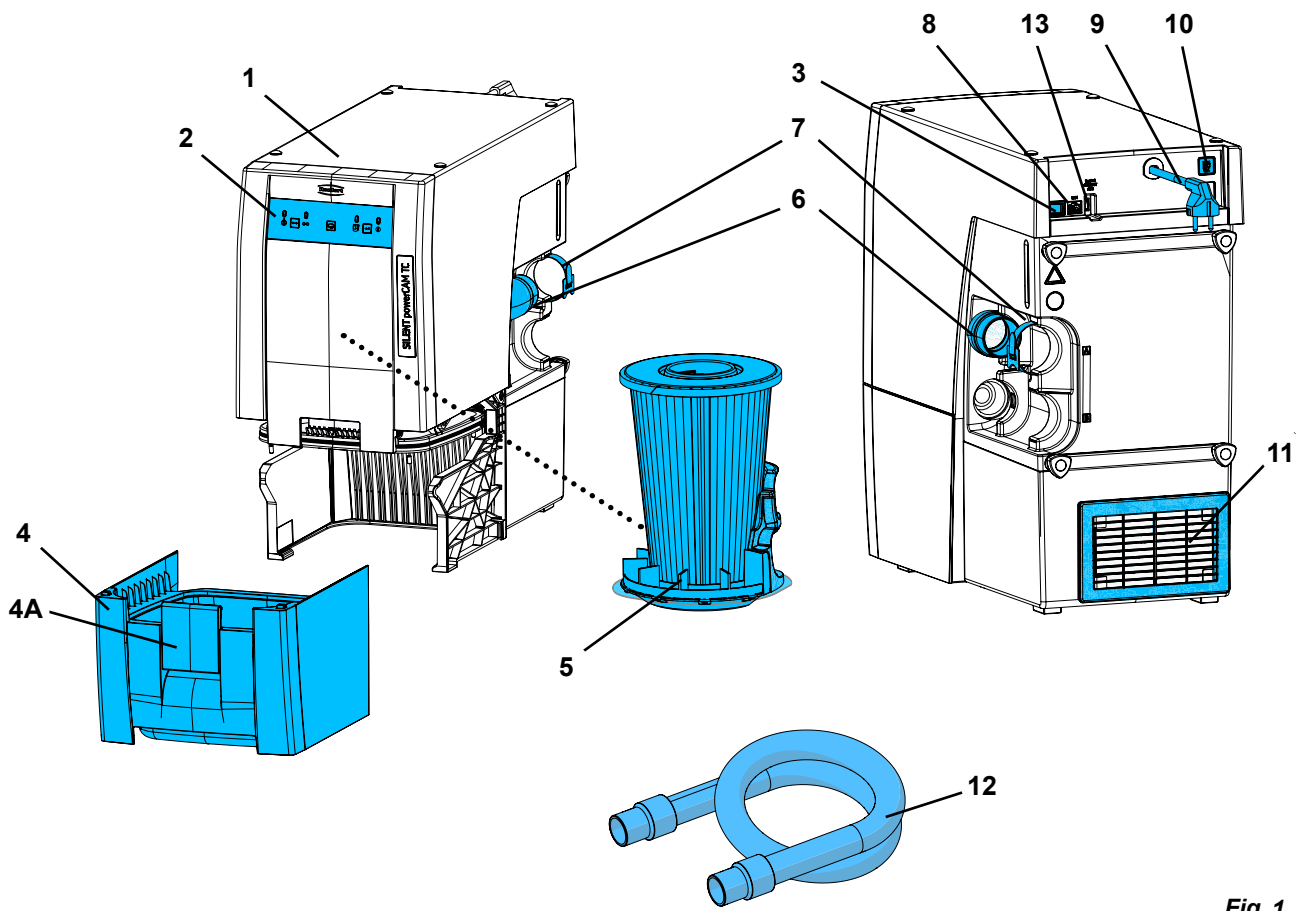
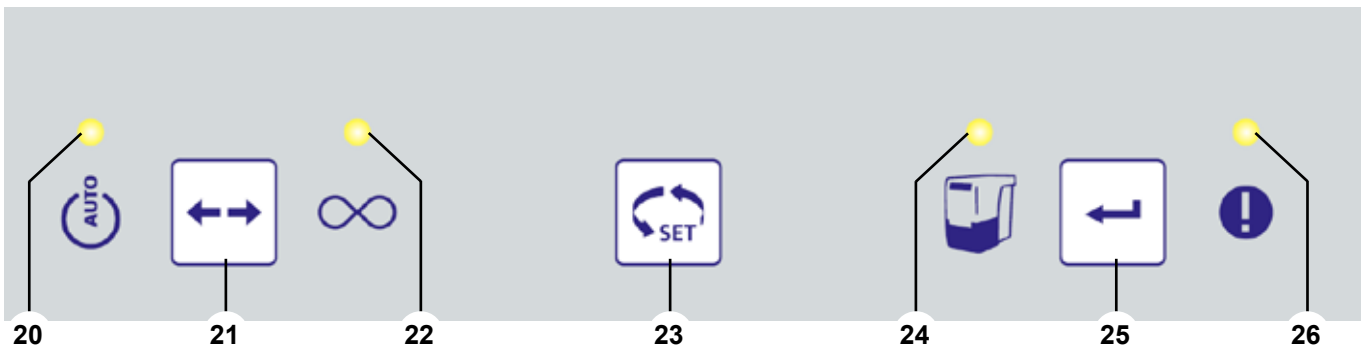

Fig. 1
Fig. 2
**i** Für Hinweise auf Bedienelemente siehe Fig. 1 und Fig. 2 auf Seite 2 dieses Dokuments.
For information on operating elements, see Fig. 1 and Fig. 2 on page 2 of this document.
**i** Pour les renseignements sur les éléments de commande, voir Fig. 1 et Fig. 2 à la page 2 de ce document.
Per informazioni sugli elementi di comando, vedere Fig. 1 e Fig. 2 a pagina 2 del presente documento.
**i** Para mayor información sobre los elementos de mando, véase Fig. 1 y Fig. 2 de la página 2 de este documento.
**i** Para informações sobre os elementos de comando ver Fig. 1 e Fig. 2 na página 2 desse documento.
**i** Информация об элементах управления, см. рис. 1 и рис. 2 на странице 2 данного документа.